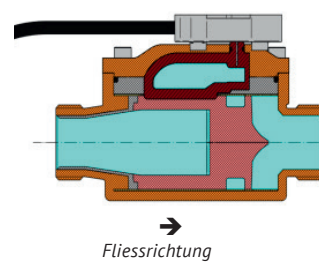

Bild 1: Schnitt durch Durchflusssensor
**Bild 1:** Die Flüssigkeit fliesst durch einen speziellen Einsatz, den Oszillator. Vor dem Oszillator wird die Flüssigkeit durch eine Düse geleitet und dort zu einem Strahl - Schwingstrahl - beschleunigt. Durch eine, in der Richtung der Düse gegenüberliegende feste Weiche, wird der Strahl nach links oder rechts in einen Kanal umgelenkt. Wegen eines im Kanal erzeugten Differentialdrucks fliesst ein Teil der Flüssigkeit zum darüber liegenden Piezo-Sensor und der andere Teil durch den Kanal zurück ins Rohr. Die Flüssigkeit erzeugt einen Druck auf den Piezo-Sensor der daraus einen elektrischen Impuls generiert. Die Flüssigkeit fliesst zurück und lenkt dabei den Strahl in den anderen Kanal. Die Flüssigkeit in diesem Kanal trifft auf den Piezo-Sensor von der anderen Seite und wiederum wird ein elektrischer Impuls erzeugt.